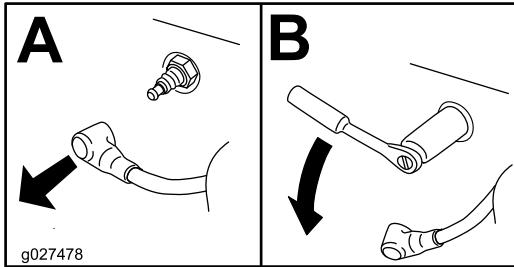

Bild 20
4. Bauen Sie die Zündkerze aus (Bild 20).